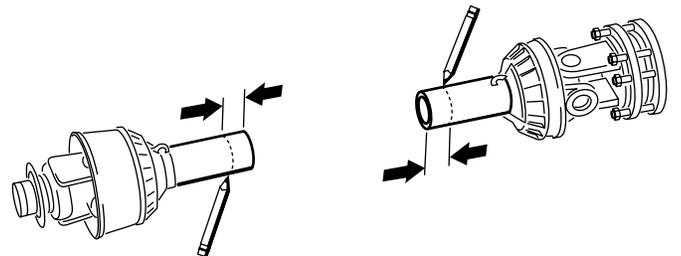
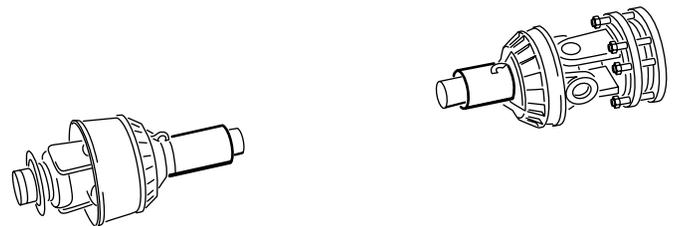

Bild 20
Bild 21
14. Verwenden Sie die in Schritt 11 erhaltenen Werte und ermitteln, markieren und schneiden Sie nur die Sicherheitsschutzbleche ab, um die Rohre freizulegen (**Bild 20** und **Bild 21**).